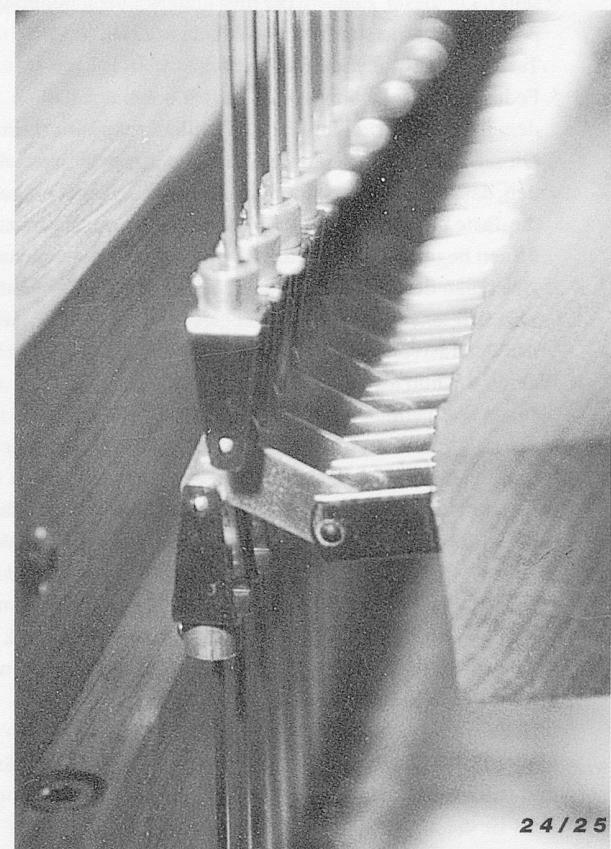

Abbildung 1
1. Trakturübersetzung: Zwischen der Klaviatur und dem Wellenbrett ist eine Reihe kleiner Mechanikwinkel, so genannte «Wandler», auf einem in der Höhe verstellbaren Balken angebracht. Durch die Lage eines Wandlers wird das Übersetzungsverhältnis von der Taste zum Schwanz- und zum Kegelventil verändert. Liegt der Drehpunkt niedrig, so ist der Angriffshebel von der Taste länger als der Hebelarm zum Ventil (Abbildung 1). Somit öffnen die Ventile fast ohne Druckpunkt bei ausgesprochen leichtem